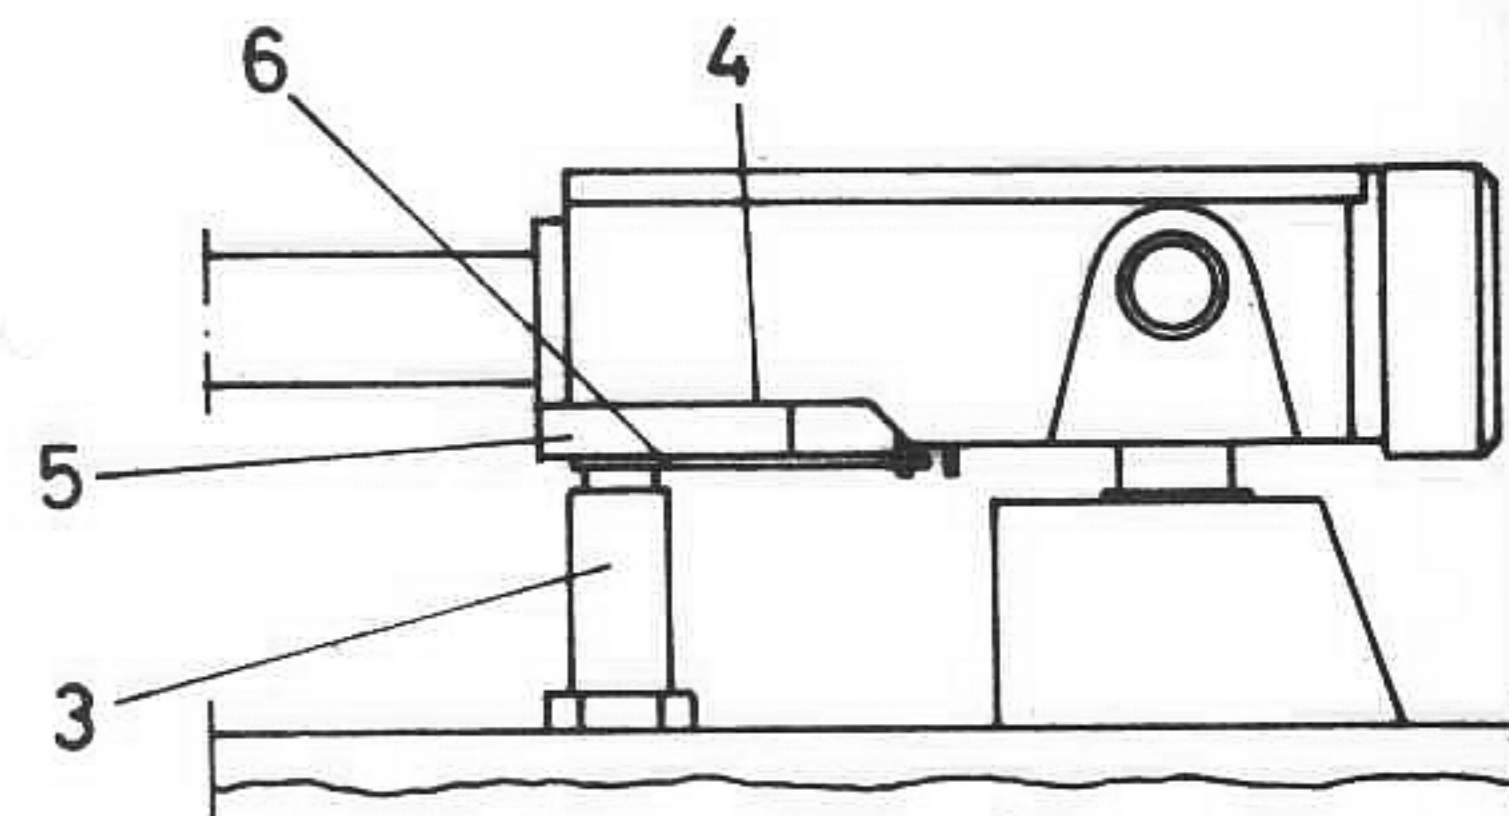

Fig. 16
LYFTAXELNS (1) FIG. B ÖVRE LÄGE BESTÄMMES GENOM TRÅDENS (2) ANLIGGNING MOT BUSSNINGENS (3) UNDERSIDA. TONARMENS ÖVERLÄGE BLIR DÅ I REGEL RÄTT, MEN OM SÅ ÄR NÖDVÄNDIGT KAN EN JUSTERING GÖRAS I PUNKT (4) FIG. 16 GENOM BOCKNING AV VINKELN (5) SÅ ATT DENNAS NEDSTÅENDE KANT BLIR HÖGRE ELLER LÄGRE. I DET ÖVRE LÄGET SKALL DET VARA ETT AVSTÅND MELLAN NÅLSPETS OCH SKIVA AV MINST 7 MM ÖVER YTTERSPÅRET PÅ EN 30 CM:S SKIVA (HÖJDEN MINSKAS NÅGOT INÅT) OCH MAX. 12 MM.
NÄR TONARMENS NÅLSPETS NÅTT SKIVAN, SKALL LYFTAXEL (1) FORTSÄTTA NED SÅ ATT ETT SPEL AV MIN. 1 MM ERHÅLLES VID (6) FIG. 16 (I REGEL VID STOPP MOT BUSSNINGENS (3) ÖVERSIDA).